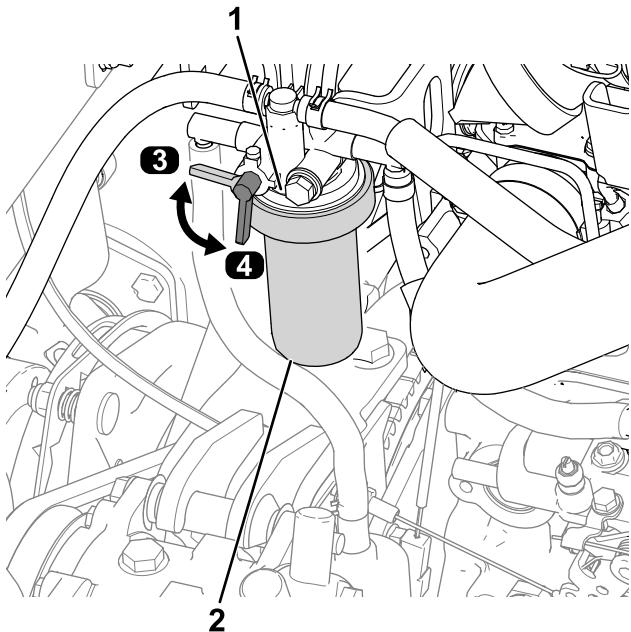

Figure 60
1. Tournez le levier du robinet d'arrivée de carburant à la position FERMÉE (Figure 60).
2. Nettoyez la surface autour de la tête du filtre à carburant (Figure 60).
3. Déposez le filtre et nettoyez la surface de montage de la tête du filtre (Figure 60).
6. Tournez le levier du robinet d'arrivée de carburant à la position OUVERTE (Figure 60).